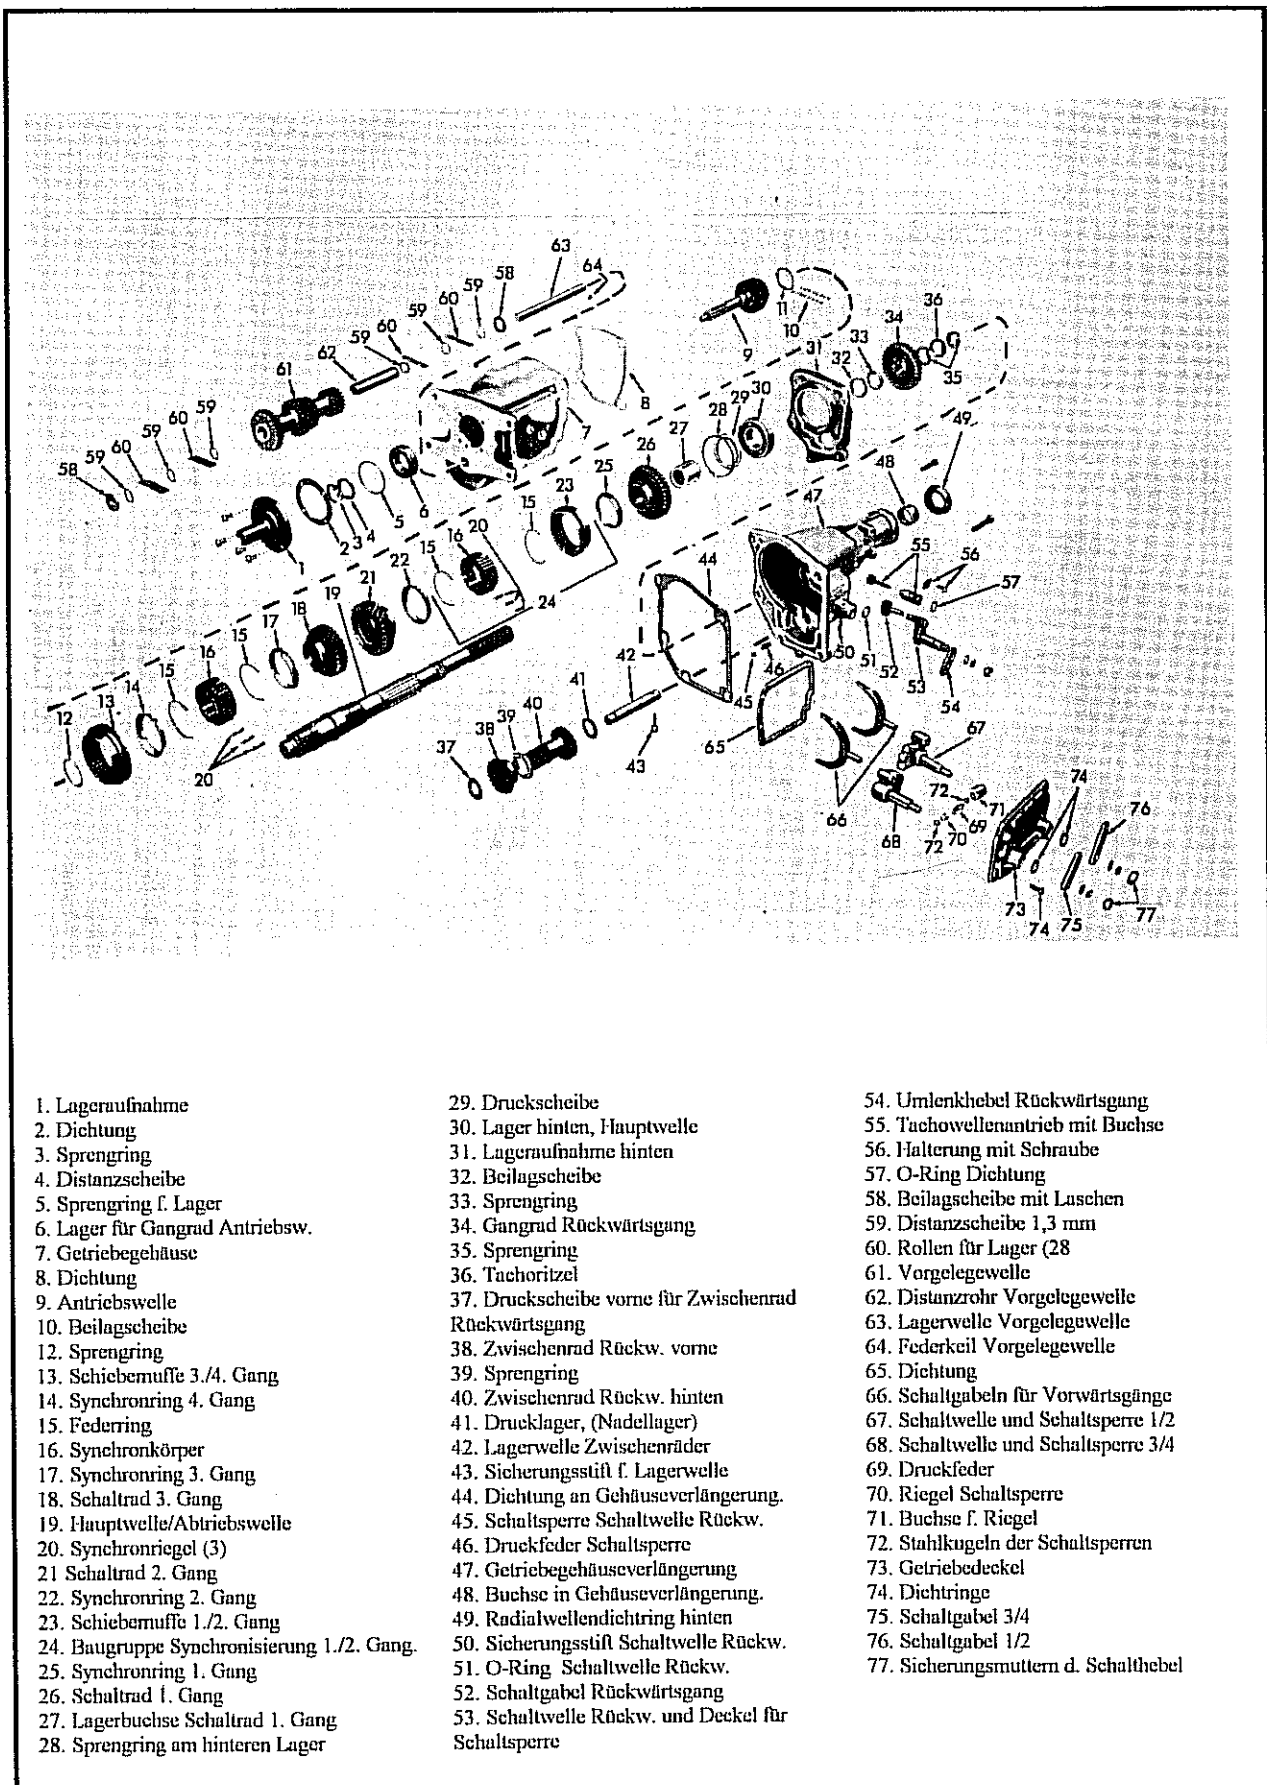

Abb. 11-9 Schaltgetriebe 4 Gg./83 mm zerlegt
- Zur Übersichtlichkeit der Arbeit siehe die Illustrationen Abb. 11-1 und Abb. 11-9.